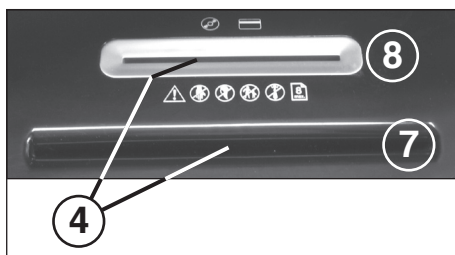

Fig. 2
- 4 = Fotocellula (avanzamento) (Fig. 2)**
- 7 = Vano di alimentazione carta (Fig. 2)**
- 8 = Vano di alimentazione carta di sicurezza (Fig. 2)**
Inserire **carta** nella taglierina attraverso il vano di alimentazione (7) (Fig. 2). Inserire nella taglierina i **supporti dati** (CD, DVD oppure carte di credito) singolarmente attraverso il vano di alimentazione di sicurezza posizionato separatamente (8) (Fig. 2). La macchina si attiva automaticamente in avanzamento, il materiale viene inserito nella taglierina e la macchina si disattiva automaticamente dopo il processo di distruzione.